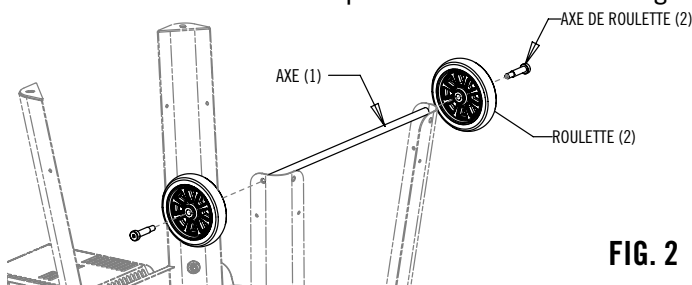

FIG. 2
3. Assembler les roues sur les pieds comme illustré à la Fig. 2.